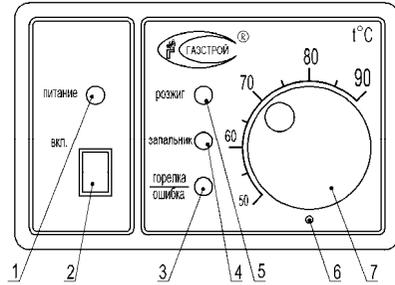

Рис.3 Элементы управления и индикации на блоке управления
На лицевой стороне блока управления расположен тумблер включения питания и имеется индикация «РОЗЖИГ», «ЗАПАЛЬНИК», «ГОРЕЛКА/ОШИБКА» (поз.5; 4; 3 рис.3). Здесь же расположена ручка регулятора температуры.
Для пуска автоматики необходимо тумблером (2) включить питание на блоке управления (рис.3). На запальнике начнется генерация высоковольтных импульсов зажигания и будет подан газ. Только после розжига газозоудной смеси на запальной горелке и при наличии устойчивого пламени прекращается генерация искровых импульсов и разрешается работа основных горелок.